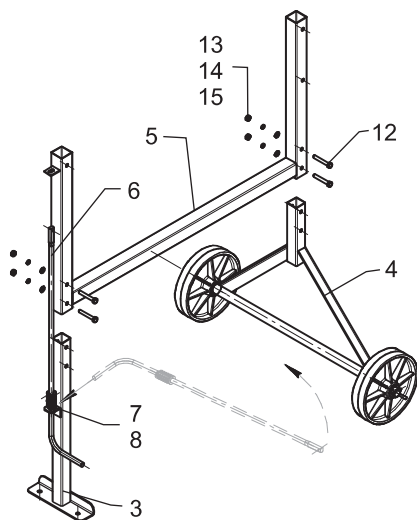

Рис. 5
2. Установите опоры поз. 3 и поз. 4 внутрь трубы рамы поз. 5. Одновременно с установкой опоры поз. 3 необходимо поставить ось поз. 6 в сборе с пружиной поз. 7 и шайбой на 12 поз. 8, продев ось через отверстия в пластинах стойки и рамы, как показано на рис. 5. Совмещая отверстия на обеих опорах, установите в них болты М8×55 поз. 12. Обратите внимание на расположение отверстий. С другой стороны установите плоскую шайбу поз. 13 и гроверную поз. 14, заверните гайки М8 поз. 15.